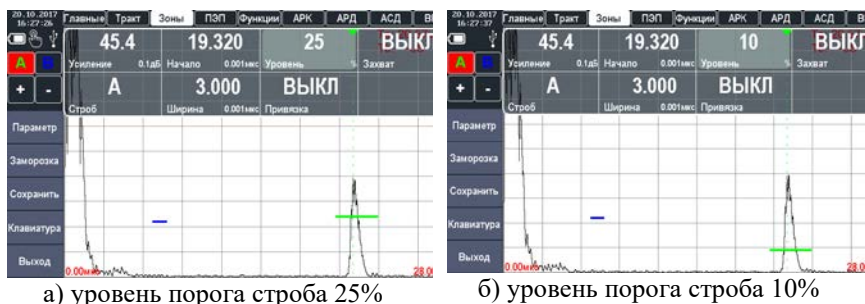

Рисунок 2.25 – Установка ширины сраба
4. Указать уровень порога сраба «УРОВЕНЬ», задается в процентах от высоты экрана, может принимать значения от 0 до 100% высоты экрана (рис. 2.25). Увеличение высоты уровня сраба означает, что только более высокие по амплитуде сигналы смогут быть зарегистрированы.